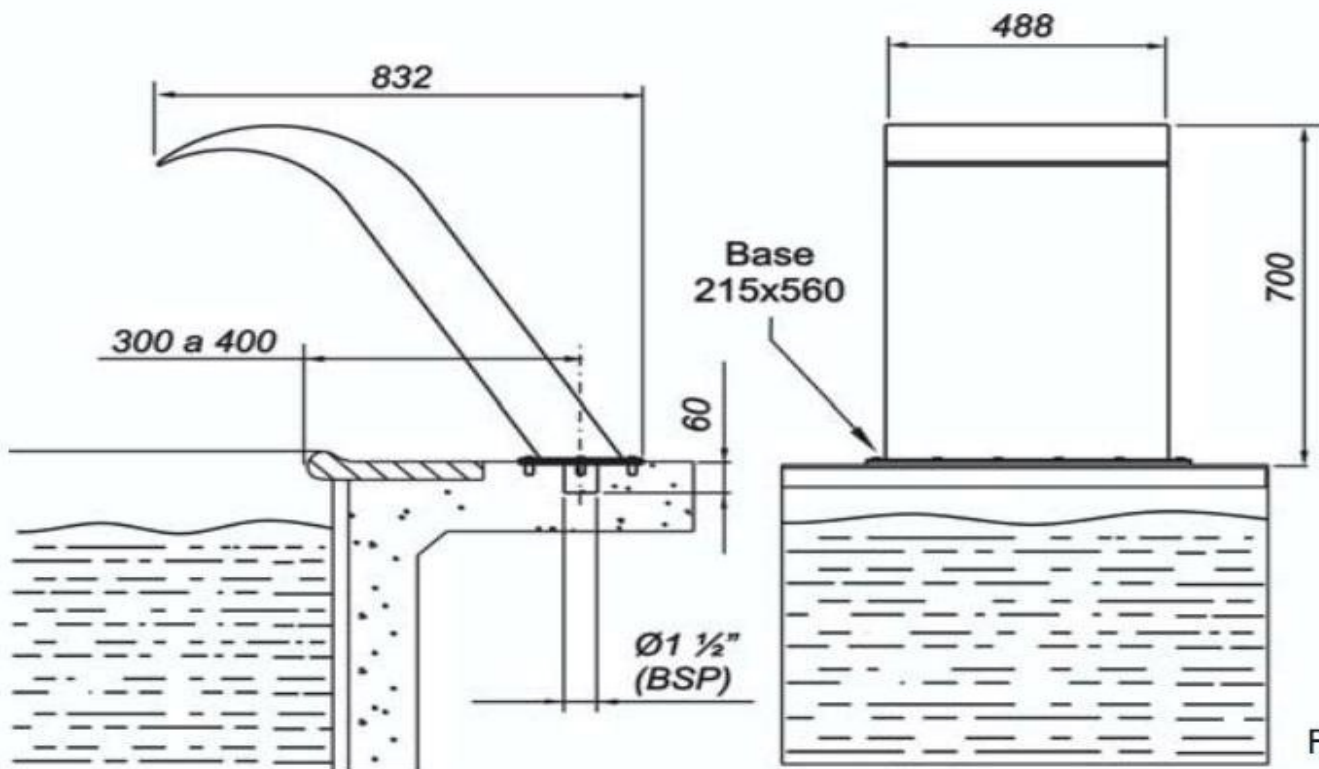

Fig.13
1° PASSO - Chumbar a flange adaptadora (4) no piso na distância especificada na fig.13. Executar a instalação hidráulica conforme fig.5.